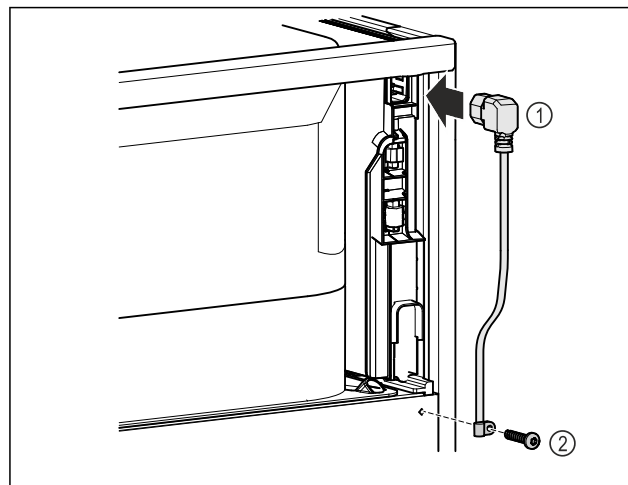

Fig. 11
- Inserire la presa del frigorifero del cavo di alimentazione Fig. 11 (1) sul retro dell'apparecchiatura.
- Montare il serracavo. Fig. 11 (2)